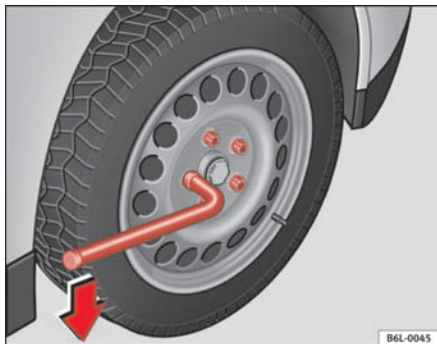

Fig. 133 Hjulskift: Sådan løsnes hjulboltene.
- Tag fat i enden af hjulnøglen, og drej bolten ca. en omdrejning mod **venstre** ⇒ fig. 133.